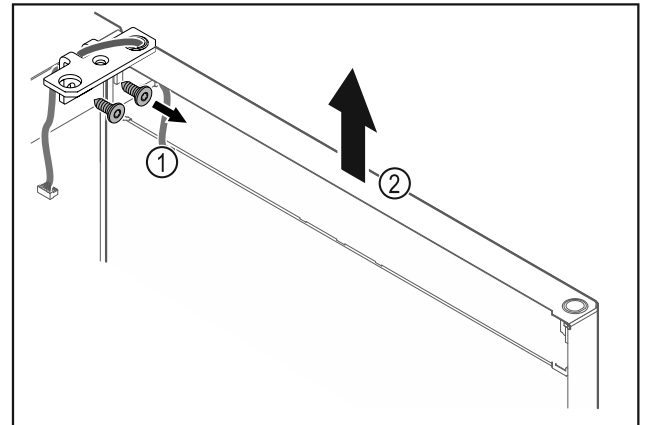

Fig. 26
- ▶ Atsukite šarnyrinį kampuočių Fig. 26 (1).
- ▶ Duris, įsk. šarnyrinį kampuočių Fig. 26 (2), pakelkite maždaug 200 mm tiesiai į viršų ir nuimkite.